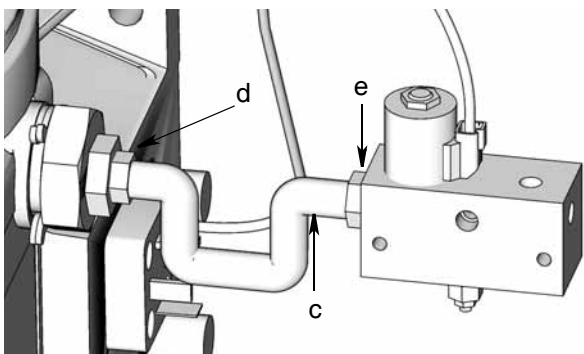
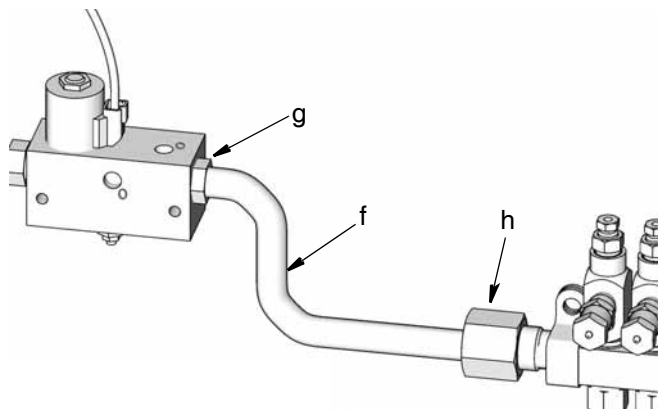

ABB. 5
ABB. 6
6. Verbinden Sie das Einlassrohr (c) mit dem Anschlussstutzen (d) des Pumpenelements und den Einlassanschlussstutzen (e) mit dem Verteileranschluss (markiert mit einem „I“) (ABB. 5). Ziehen Sie die Verbindung nur mit dem Schraubenschlüssel fest.
7. Verbinden Sie das Hauptrohr (f) mit einem beliebigen Verteilerauslass (g) (markiert mit einem „O“) und dem Einspritzeinlass (h) (ABB. 6).
3. Entfernen Sie die Rohre zwischen dem Pumpenelement (d) (ABB. 5) und dem Einspritzeinlass (h) (ABB. 6).